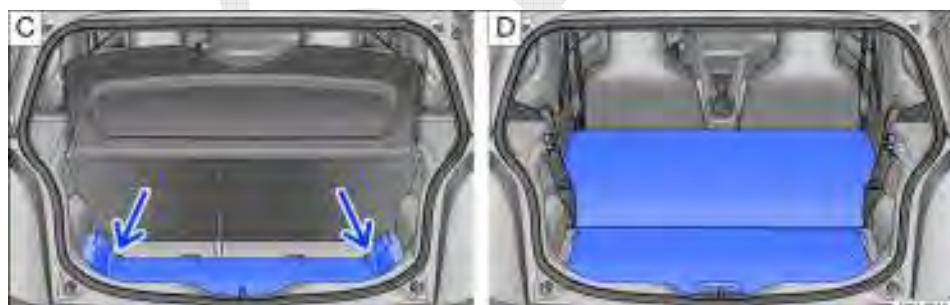

Fig. 67 C: expandir o compartimento de bagagem para baixo. D: expandir o compartimento de bagagem para frente.
- Levantar o assoalho do compartimento de bagagem e empurrar para baixo para a guia ⇒ Fig. 67 C (setas).